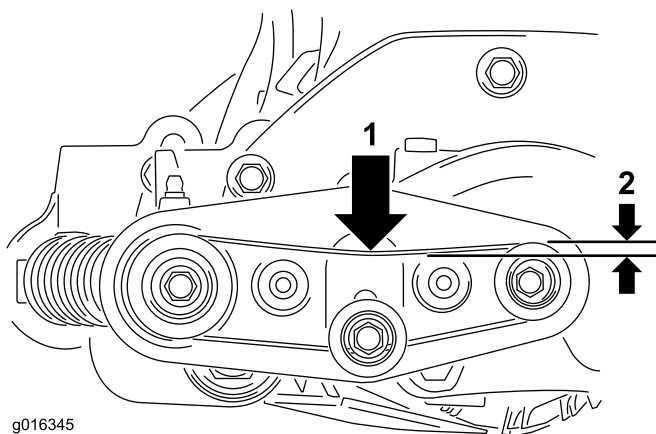

Figure 12
14. Contrôlez la tension de la courroie d'entraînement de la brosse. La courroie doit avoir une flèche d'environ 6 mm en son centre lorsqu'une force de 1 kg est exercée ; voir Figure 12.